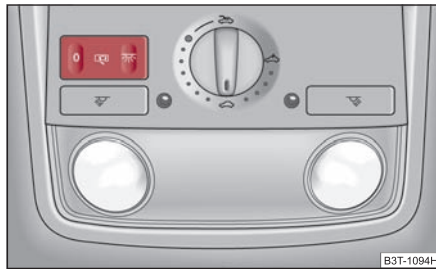
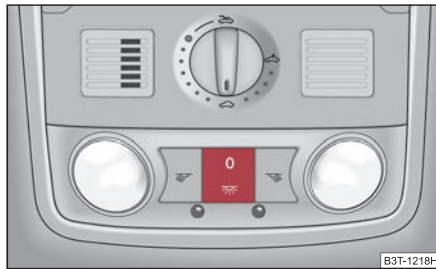

Abb. 62 Ausschnitt des Dachhimmels: Innenbeleuchtung vorn
Abb. 63 Ausschnitt des Dachhimmels: Innenbeleuchtung vorn
- Drücken Sie den Schalter an der Stelle des Symbols ⇒ Abb. 62 oder ⇒ Abb. 63.
- Stellen Sie den Schalter in die Mittelstellung. Bei Fahrzeugen ohne Innenraumüberwachung* ist die Mittelstellung mit einem Symbol gekennzeichnet ⇒ Abb. 62.